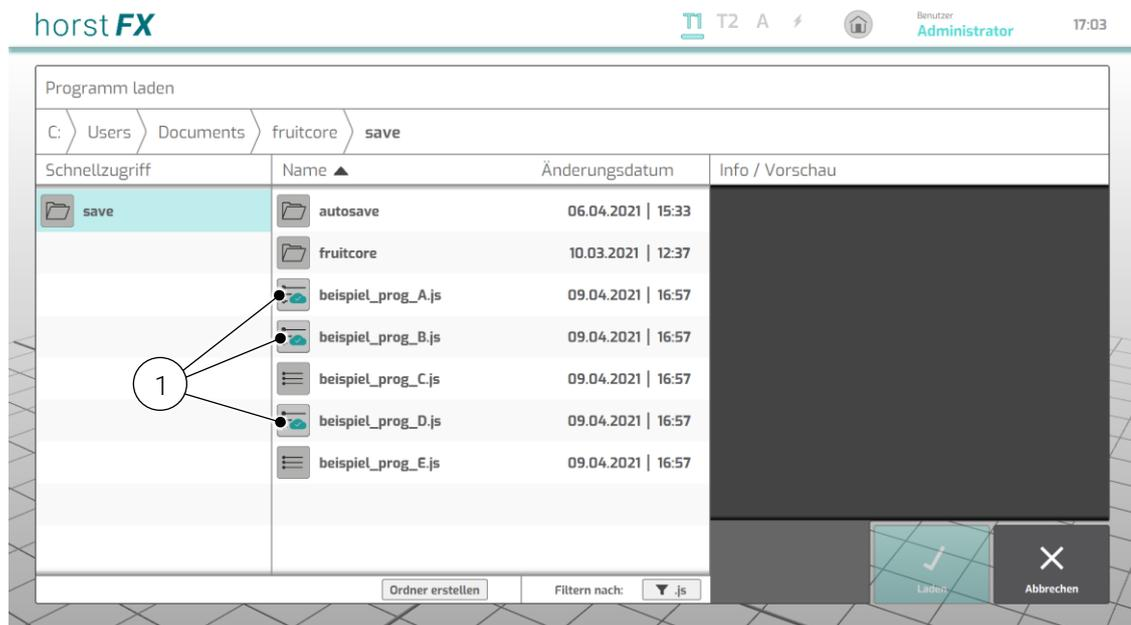

Abb. 4-16: Programm laden – Dateimanager mit online gesicherten Programmen
Beim Übertragen der Daten werden zusätzlich auch die am Standard-Speicherort (Ordner *save*) abgelegten Programme an horstCOSMOS gesendet bzw. online gesichert. Ob ein Programm online auf horstCOSMOS gesichert ist, lässt sich im Dateimanager überprüfen (s. Abschnitt 6.2). Online auf horstCOSMOS gesicherte Programme sind mit einem speziellen Symbol gekennzeichnet (s. (1), Abb. 4-16). Sobald ein Programm verändert wird, nachdem es an horstCOSMOS übertragen wurde, werden die Änderungen **nicht** automatisch online auf horstCOSMOS gesichert. Um auch die Änderungen und